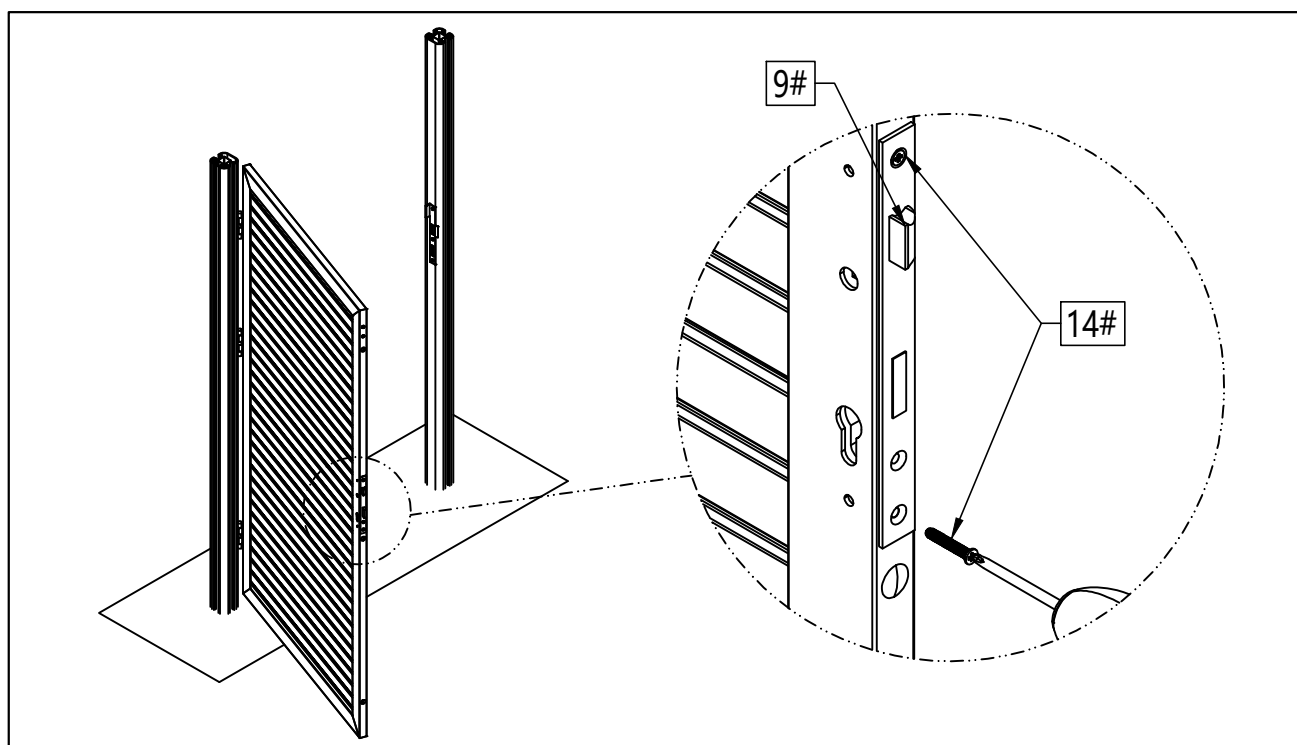

Abbildung 11
- 11 Montieren Sie das Schlossgehäuse (9#) mit den Schrauben (14#) am Zauntor (1#), wie in Abbildung 11 dargestellt.